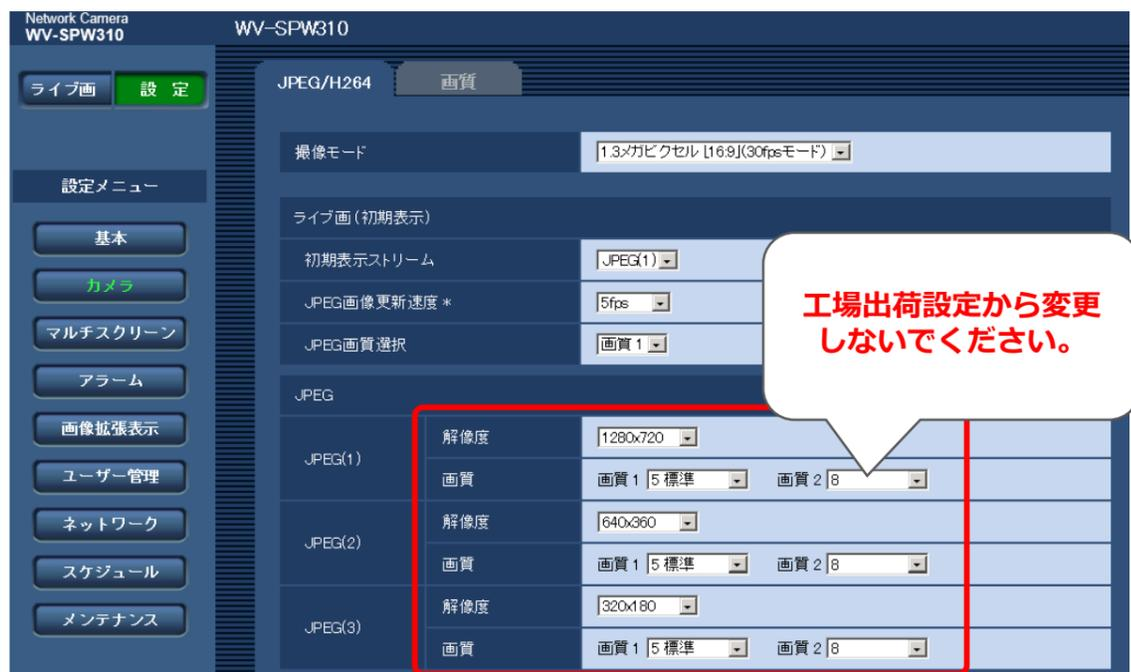

図6 JPEG 解像度設定
(2) カメラメニュー内のJPEGの解像度を工場出荷状態から変更しないでください。(図6)